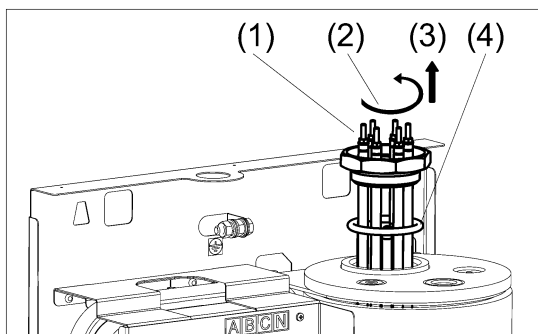

Рисунок 8. Замена блока ТЭН
- (1) Отсоедините силовые провода, идущие к ТЭНам (см. рис. 8).
- (2) Выверните блок ТЭН (против часовой стрелки) из теплообменника.
- (3) Извлеките блок ТЭН из теплообменника.
- (4) Замените уплотнительное резиновое кольцо (кольцо входит в комплект поставки).
- (5) Вверните по часовой стрелке новый блок ТЭН в теплообменник.
- (6) Проверьте герметичность резьбового соединения.
- (7) Подсоедините к блоку ТЭН силовые провода.
- (8) Проверьте надёжность контактов электрического соединения.